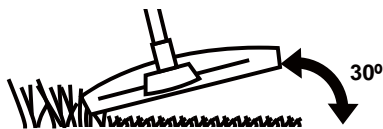

Fig.19
- > Tenez la tête de coupe juste au-dessus du sol, à un angle d'environ 30° (Fig. 19).